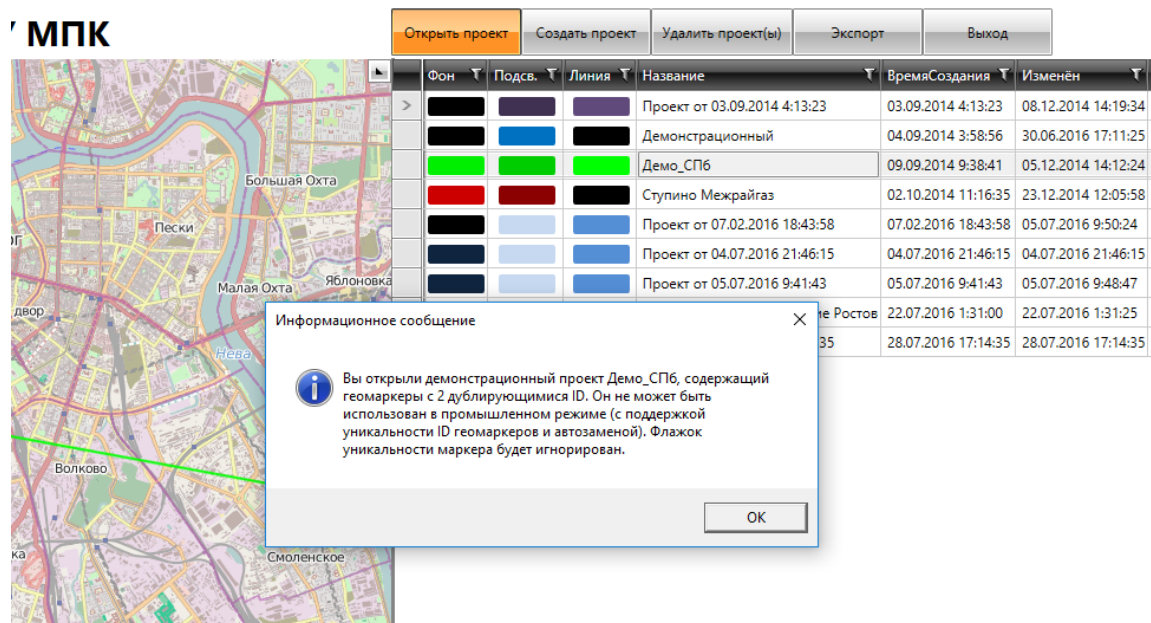

Рисунок 11. Сервисное сообщение о наличии дубликатов маркеров
- У каждого интеллектуального маркера есть свой уникальный серийный номер. При использовании маркеров на реальном объекте, их номера дублироваться не могут. Однако если проект создан в демонстрационных либо учебных целях, возможна ситуация, когда в базу будет занесен несколько раз один и тот же маркер. В этом случае программа сообщит о наличии дубликатов (рис. 11):